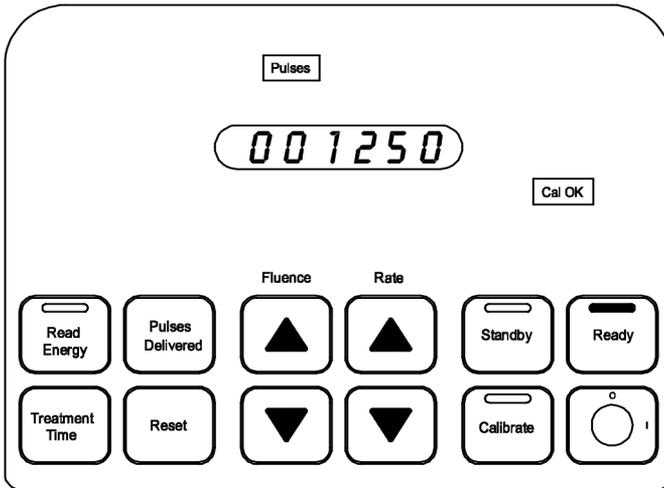

Abbildung 12
9. Während das Excimer-Lasersystem lasert, wird die Anzahl der während eines Verfahrens gelieferten Impulse gespeichert. Für die Abfrage der Gesamtanzahl der gelieferten Impulse das Lasern anhalten und die Taste **Pulses Delivered** (Gelieferte Impulse) drücken. Die Zählung ist im Anzeigefenster zu sehen. (Abbildung 12)